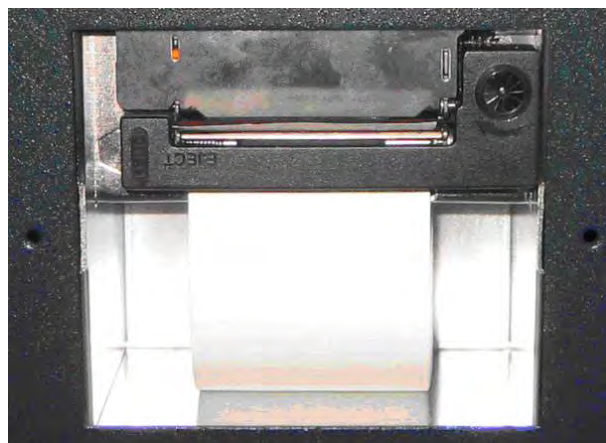

图 3.3 打印机
(4) 传感器的更换
■ 氧传感和氮氧化物传感器安装如图3.3
当打印纸用完或色带颜色变淡之后，将前面板上微型打印机盖的两颗螺钉拧下，即可看到打印机，（见图3.3）建议先把打印纸剪成圆弧形，放进入纸口内，在“打印设置”界面内选择“M-150II走纸”，然后按下“OK”，提示“正在走纸”，这时将纸卷进打印机，直到打印纸在出纸口出现，然后按“OK”，停止走纸，“正在走纸”的提示消失。